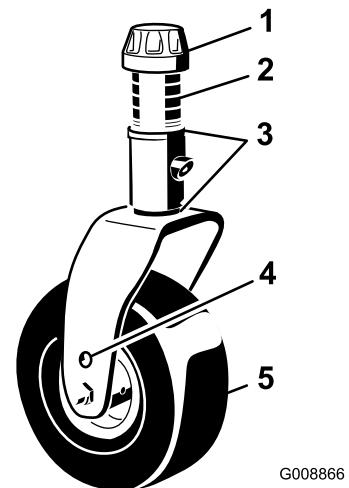
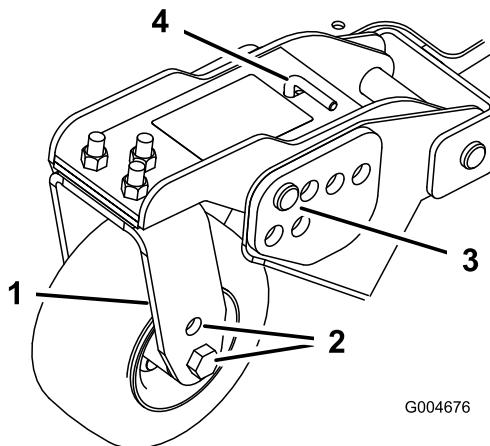
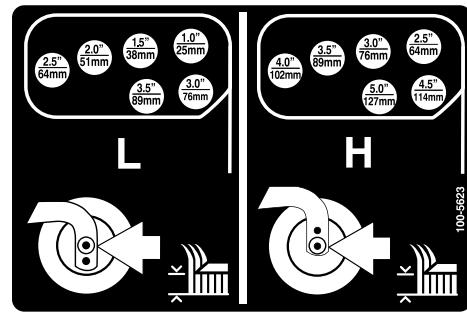

Figura 18
Figura 20
Figura 21
1. Coloque os eixos da roda giratória nos mesmos orifícios em todas as forquilhas da roda giratória (Figura 18 e Figura 20).
2. Retire a tampa de tensionamento do eixo rosado e desloque o fuso para fora do braço da roda giratória (Figura 18).
- Retire o contrapino tipo grampo e os pinos de segurança dos braços articulados da roda giratória (Figura 20).
- Rode a barra tensora para levantar ou descer o braço articulado, até os orifícios se encontrarem alinhados com os orifícios da altura de corte desejados, na estrutura da plataforma do cortador (Figura 20 e Figura 21).